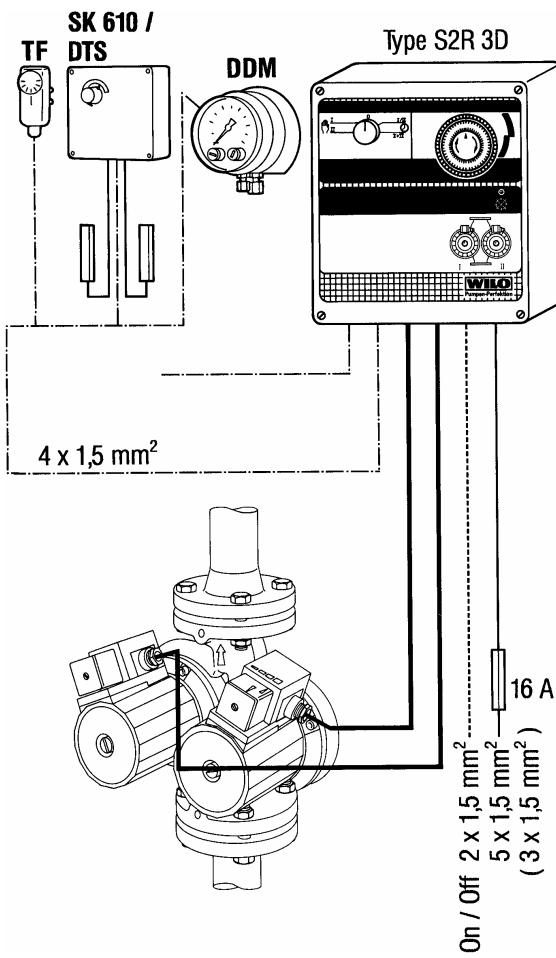
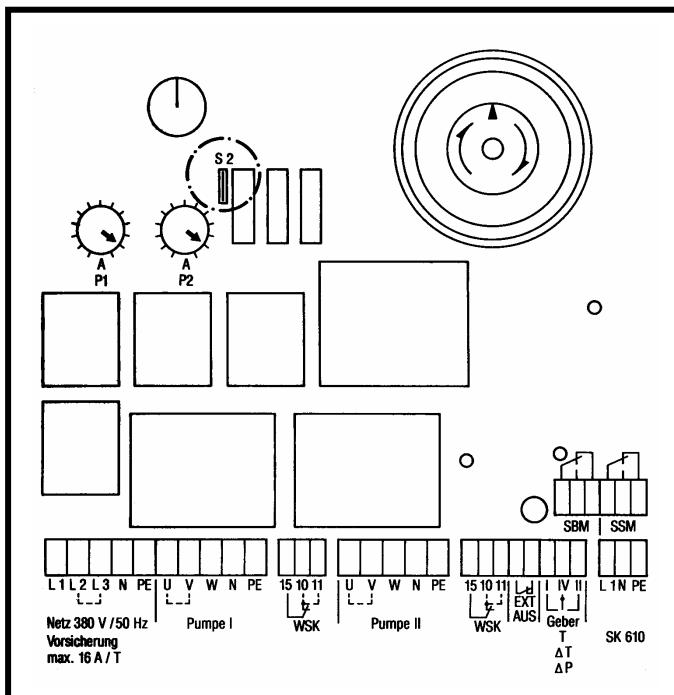

Рис. 4
Рис. 6
5.2 Электроподключение (рис. 4 и рис. 6)
- Сетевые предохранители: 16А, инерционные (рис. 4),
- **Подключение по рис. 4 и рис. 6** производить следующим образом:
- Питающий кабель прокладывайте таким образом, чтобы он не соприкасался с трубопроводом, корпусами насоса и мотора (рис. 4, поз. 3).
- **Трехфазные насосы:** кабель 7x1,5 мм², соедините клеммы мотора L1, L2, L3, PE с клеммами прибора U, V, W, PE. Переключатель S2 на плате прибора разомкнут (рис. 6).
- **Однофазные насосы:** кабель 5x1,5 мм², соедините клеммы мотора L1, N, PE с клеммами прибора W, N, PE. Клеммы U и V замкните перемычкой. Замкните переключатель S2 на плате прибора (рис. 6).
Задача мотора обеспечивается встроенным в прибор управления устройством защиты мотора по току. Поворачивая ручку потенциометра P1 и P2 (рис. 6) необходимо установить номинальный ток мотора каждого насоса (см. фирменную табличку на насосе), диапазон настроек от 1 до 10 А.
- Однофазные насосы: кабель 3x1,5 мм², соедините клеммы мотора L1, N, PE с клеммами прибора W, N, PE. Клеммы U und V замкните перемычкой. Замкните переключатель S2 на плате прибора (рис. 6).